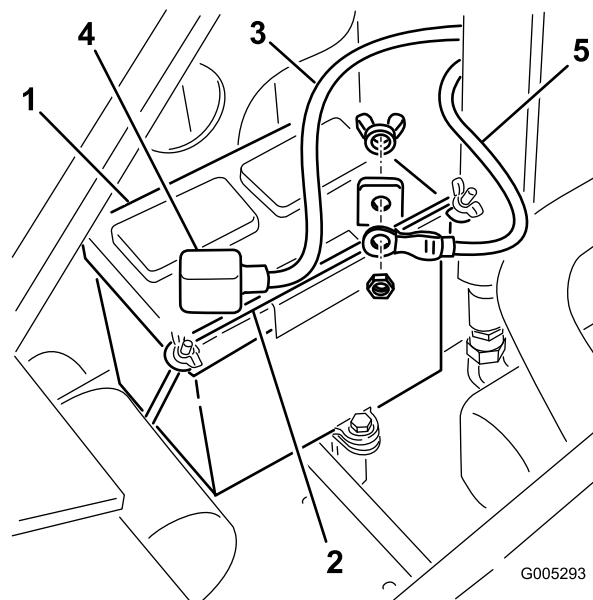

Figura 31
4. Retire las tuercas de orejeta y la barra que fijan la batería (Figura 31).
5. Desconecte el cable negativo de tierra (negro) del borne de la batería (Figura 31). Guarde las fijaciones.
- Desconecte el cable positivo (rojo) del borne de la batería (Figura 31). Guarde las fijaciones.
- Usando las fijaciones que retiró anteriormente, conecte el cable positivo (rojo) al borne positivo (+) de la batería (Figura 31).
- Usando las fijaciones que retiró anteriormente, conecte el cable negativo (negro) al borne negativo (-) de la batería (Figura 31).
- Fije la batería usando la barra y las tuercas de orejeta (Figura 31).